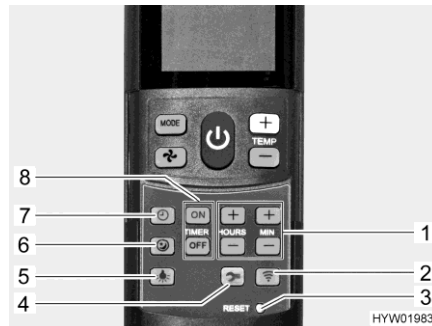

Fig. 139 Telecomando con tasti di impostazione (impianto di climatizzazione)
- Premere il tasto funzionamento silenzioso (Fig. 139,6). Durante il raffreddamento la ventola funzionerà ad un numero di giri inferiore, pertanto risulterà meno rumorosa.
- Premere il tasto ora (Fig. 139,7).
- Impostare le ore e i minuti con i tasti (Fig. 139,1).
- Premere il tasto "ON" (Fig. 139,8).
- Premere i tasti per l'impostazione degli orari (Fig. 139,1) fino a che non è stato raggiunto l'intervallo orario desiderato per l'accensione.
- Premere il tasto "OFF" (Fig. 139,8).
- Premere i tasti per l'impostazione degli orari (Fig. 139,1) fino a che non è stato raggiunto l'intervallo orario desiderato per lo spegnimento.
- Premere di nuovo il tasto "ON" o il tasto "OFF" (Fig. 139,8).
- Premere il tasto luce (Fig. 139,5). La luce viene accesa all'ultimo livello di regolazione impostato.
Regolazione illuminazione: ■ Premere e tenere premuto il tasto luce (Fig. 139,5), finché non si raggiunge la luminosità desiderata.
Spegnimento illuminazione: ■ Premere il tasto luce (Fig. 139,5).
- ▷ Il tasto Setup (Fig. 139,4) permette di collegare il telecomando all'impianto di climatizzazione al momento della prima messa in funzione.